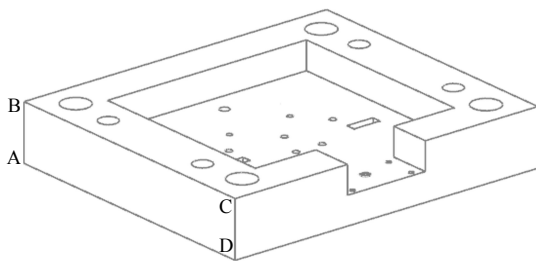

图 16-55 选取放置面
(5) 选侧面 ABCD 为水路的放置面，如图 16-55 所示，单击“应用”按钮。